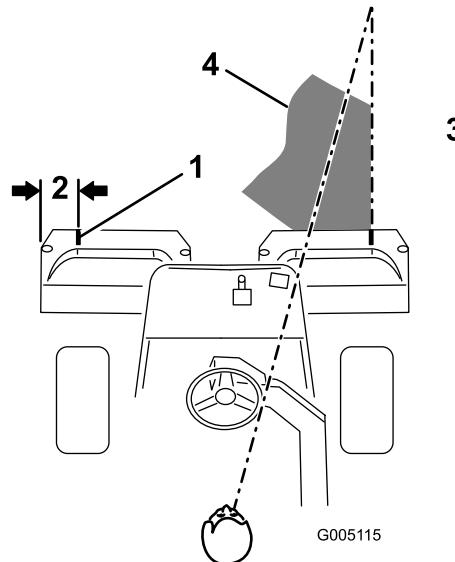

Figure 10
- Placez une bande de papier blanc ou un trait de peinture sur chaque bac parallèlement à son bord extérieur (Figure 10).